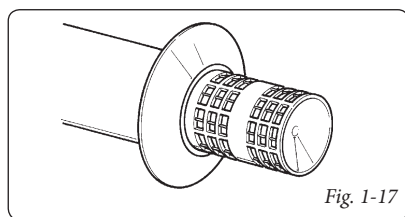

Fig. 1-17
- Griglia esterna (Fig. 1-17). Il terminale di aspirazione-scarico sia Ø 60/100 che Ø 80/125, se correttamente installato, si presenta all'esterno dell'edificio in modo gradevole. Assicurarsi che